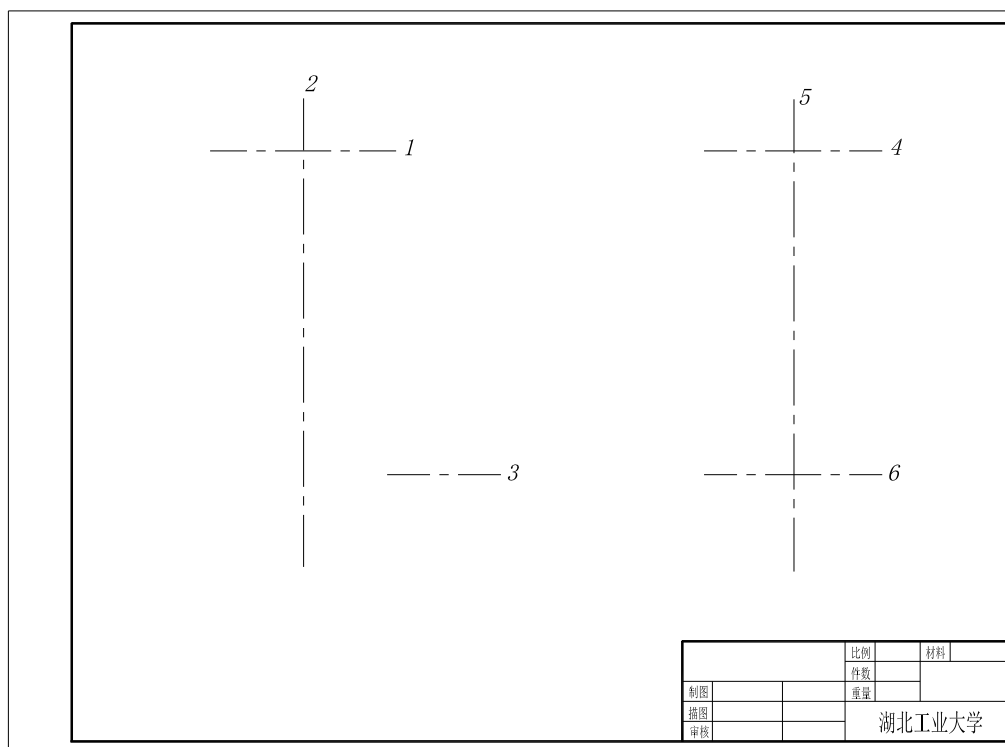

图 7-5 绘制中心线
(4) 用“移动”命令调整中心线的位置，特别是中心线 3 应向右边移动一点距离，以上操作完成后如图 7-5 所示。